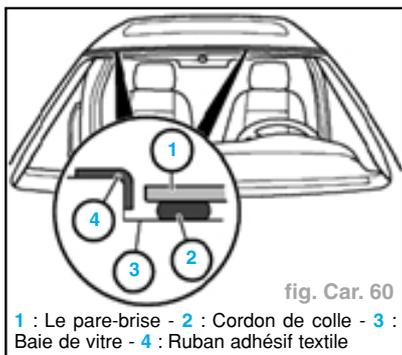

fig. Car. 60
- Recouvrir la carrosserie, dans la zone de jonction avec le toit, avec du ruban adhésif (fig. Car. 60).